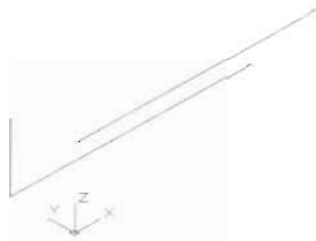

图 13-111
(4) 按空格键或 Enter 键继续执行该命令, 绘制顶部的横梁, 如图 13-111 所示, 命令执行过程如下。